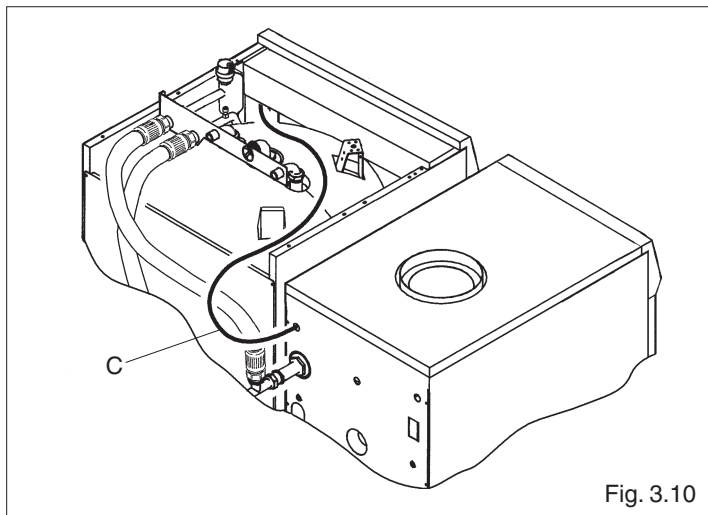

Fig. 3.10
- fare entrare il cavo a 5 poli (C) proveniente dal bollitore dalla parte posteriore della caldaia (fig. 3.10)